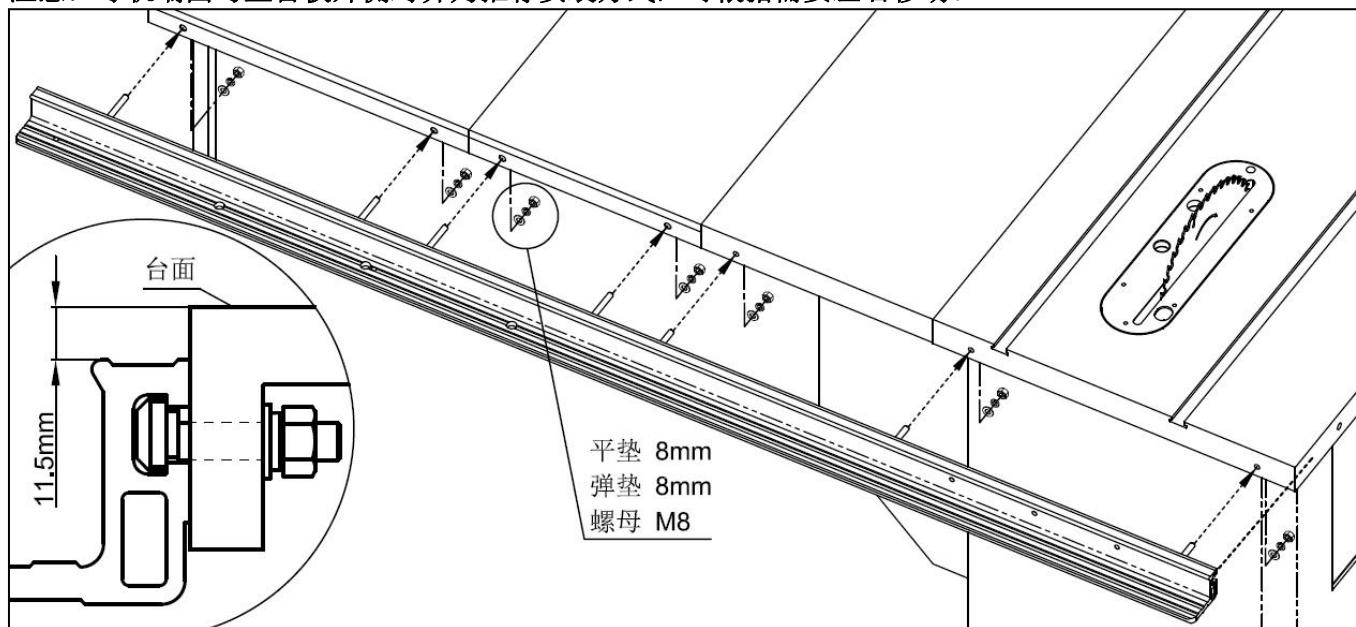
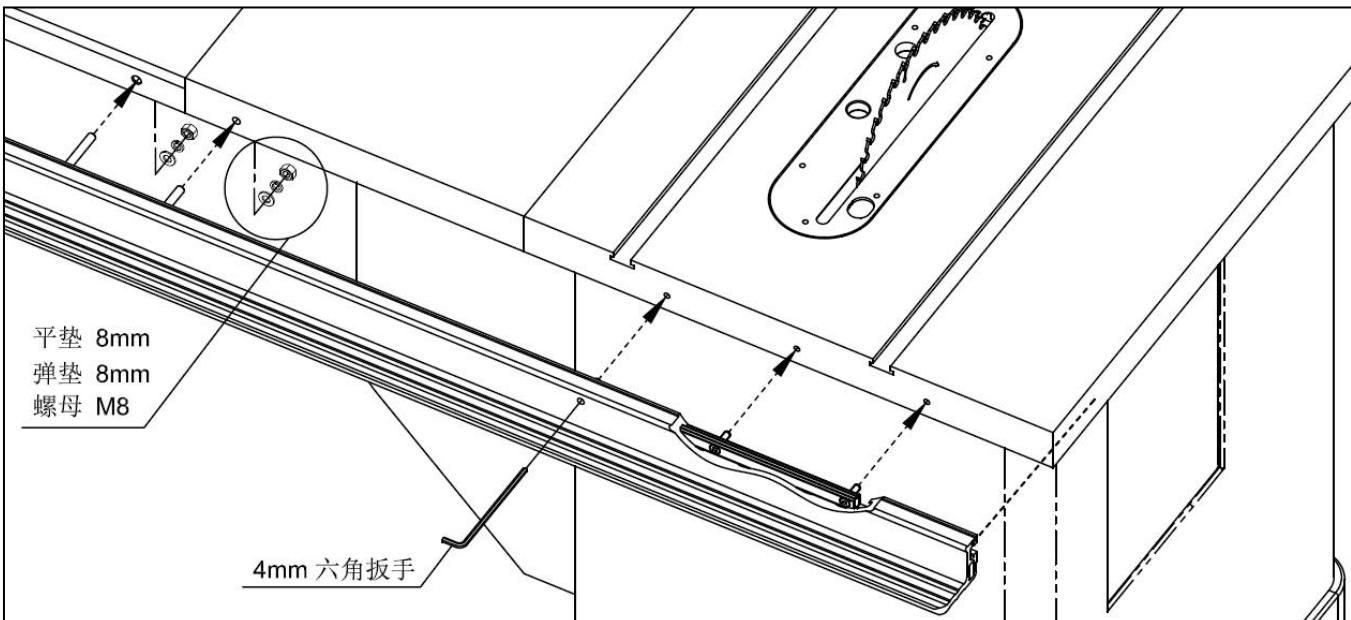

图 6-7
图 6-11
(2) 如图 6-7，安装后导轨组件，预紧螺母。在确保导轨顶面距离台面 11.5mm，及导轨端面与主台板外侧对齐的情况下，锁紧。
(4) 如图 6-11, 安装后导轨组件, 预紧螺母。在确保导轨顶面距离台板工作面 11.5mm (如图 6-7), 及导轨端面与主台板外侧对齐的情况下锁紧。